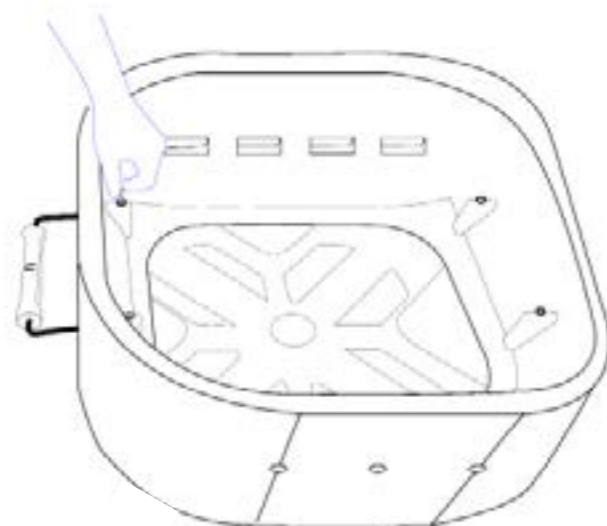

fig 3
Étape 5 : Répétez l'étape précédente dans le second trou. (fig 3)